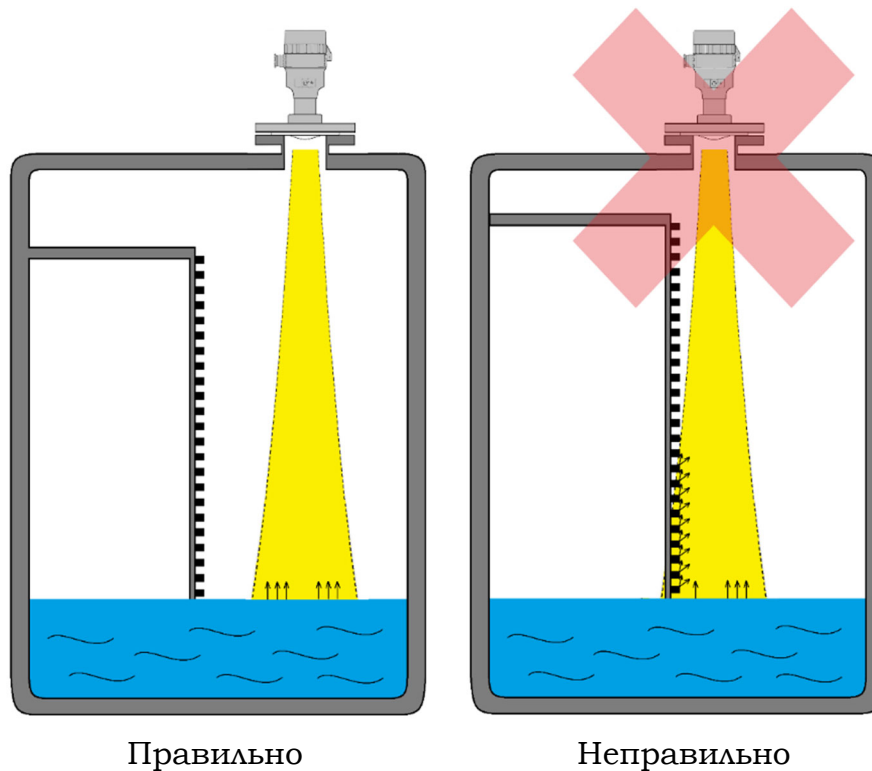

Рисунок 10 – Правильное и неправильное расположение преобразователя
- внутренние элементы конструкции резервуара, в том числе лестницы, мешалки, ребра жесткости, распорки и прочее, налипания и наросты на вертикальных стенках резервуара, попадающие в зону измерительного луча преобразователя, вызывают отражения радиоволн от их поверхности, ухудшающие точность и стабильность измерений уровня (рисунок 10);